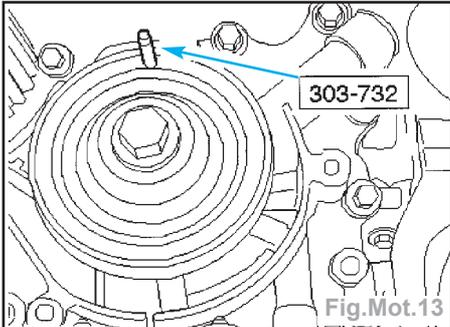

Fig.Mot.13
- Centrer le vilebrequin à l'aide de la pige **303-732** (Fig.Mot.13).
- Reposer la pige **303-732** sur la poulie de vilebrequin (Fig.Mot.13).